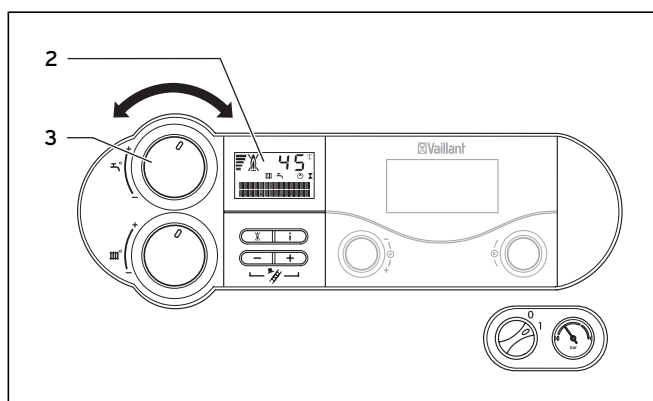

Fig. 4.6 Ajuste de la temperatura de agua caliente
- Ajuste con el mando giratorio (3) la temperatura deseada de la salida de agua caliente.
Al ajustar la temperatura deseada, se muestra el correspondiente valor nominal en la pantalla (2) (véase fig. 4.6). Después de aprox. cinco segundos se apaga la indicación y aparece de nuevo en la pantalla la indicación estándar (temperatura actual de ida de la instalación de calefacción).
Con una dureza del agua de más de 3,6 mmol/l (20 °dh) se debe colocar el mando giratorio (3) en fig. 4.6 como máximo en la posición central.